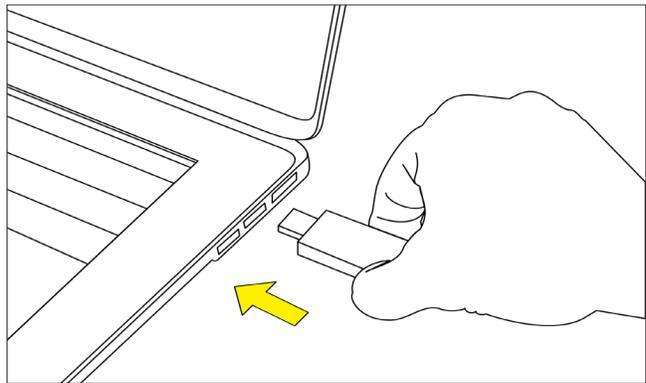

Figura 2. Insira o transceptor USB no computador.
PASSO 2. Instale o Transceptor USB. Um transceptor USB (versão de firmware 1.6 ou 2.0) deve ser instalado no computador para comunicação com o religador TripSaver II (Um transceptor USB com versão de firmware 2.0 é requerido para comunicação com os Religadores Montados em Chave Fusível com versão de firmware 2.0 ou posterior). Insira o transceptor USB em qualquer porta USB do computador. Ver Figura 2. O processo de instalação é automático.